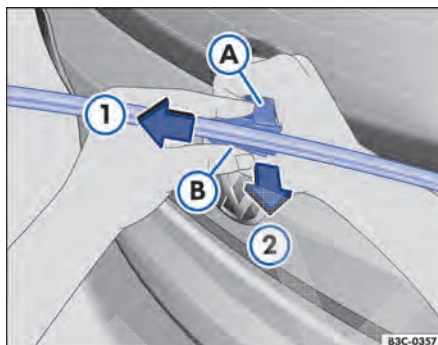

Fig. 231 Substituir a palheta do limpador do vidro traseiro.
- Segurar o braço do limpador do vidro traseiro com a mão direita ⇒ Fig. 231 ①.
- Retirar o destravamento ② no suporte, no sentido da seta A. Para isto, poderá ser necessário um esforço maior.
- Introduzir a nova palheta do limpador do vidro traseiro **de mesmo tamanho e versão** no braço do limpador do vidro traseiro no sentido contrário da seta ②, até que ela se encaixe.
- Empurrar o destravamento no sentido contrário da seta ① para travar a palheta do limpador do vidro traseiro.